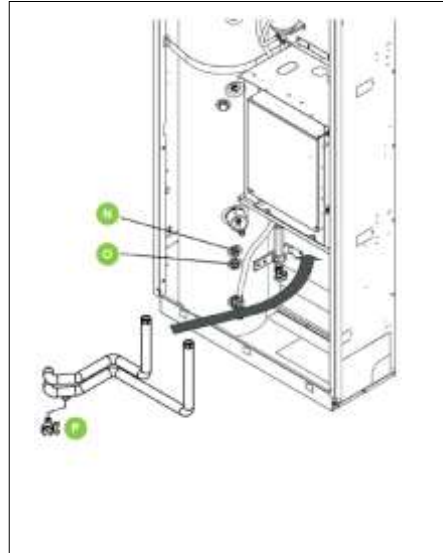

Figura 13A-tubi e guarnizioni
- P - installare rubinetto (figura 13A).